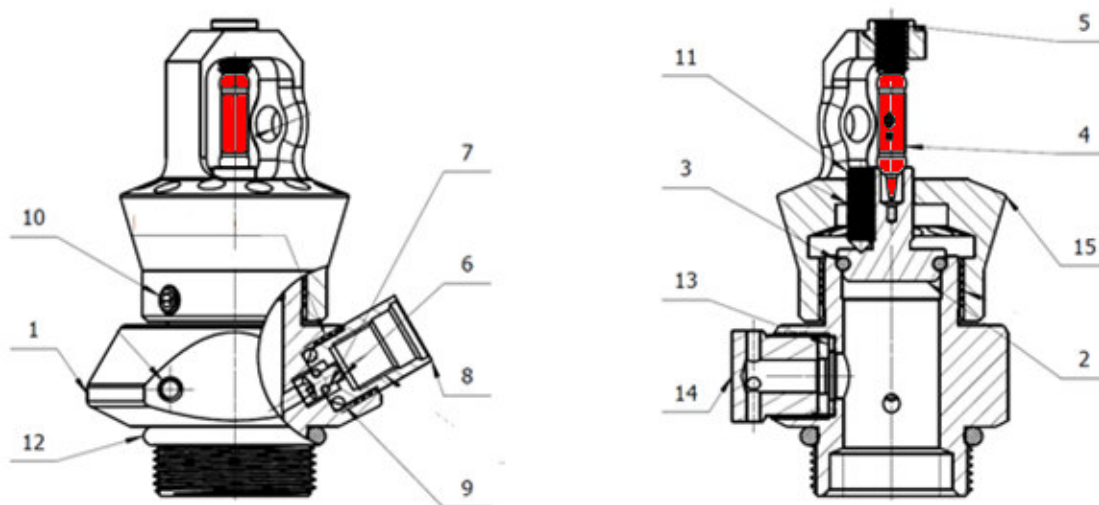

Рисунок 3.3.1 Чертеж ЗПУ
Примечания к рис. 3.3.1- 3.3.2
Термочувствительная колба (поз.4, рис. 3.3.1), предназначена для удержания центрального клапана ЗПУ (поз.6, рис. 3.3.1) в закрытом положении в дежурном режиме. Разрушается при срабатывании модуля (повышении температуры или при подаче электрического импульса на эл.пускатель).
- 2) ПРИ РАЗРУШЕНИИ (НАЛИЧИИ ТРЕЩИН, ПОТЕРИ ЦВЕТА) ТЧ-КОЛБЫ ВЫКРУЧИВАТЬ ТРАНСПОРТНЫЙ ВИНТ (ПОЗ.11 РИС.3.3.1) ЗАПРЕЩАЕТСЯ!
Стопорный винт (поз. 10, рис. 3.3.1.) фиксирует положение распылителя (поз.15, рис. 3.3.1.) и предназначен для предотвращения демонтажа.
Поджимной винт (поз. 5, рис. 3.3.1.), предназначен для фиксации термочувствительной колбы.
Предохранительная мембрана (поз. 13 рис. 3.3.1.) монтируется в корпус ЗПУ и поджимается только производителем или уполномоченным дилером. Самостоятельный монтаж/демонтаж предохранительной мембраны может привести к ее повреждению и несанкционированному выпуску ГОТВ. Разрушение мембраны не приводит к срабатыванию ЗПУ. В случае срабатывания предохранительной мембраны газ полностью стравливается из модуля через отверстия предохранительного устройства делясь на несколько потоков. После этого мембрана подлежит замене.